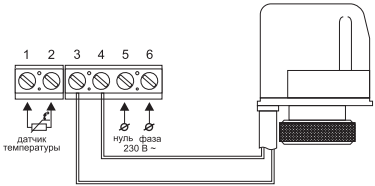

Рис. 3
Подайте напряжение на провод питания. Индикатором определите фазовый и нулевой провода и отметьте их. Датчик температуры подключается к клеммам 1 и 2 (полярность при этом не имеет значения). Напряжение питания (переменное 230В) подается на клеммы 5 и 6, причем фаза (определяемая индикатором) – на клемму 6, а ноль – на клемму 5. Выводы термоголовки подключаются к клеммам 3 и 4. (рис.3)
- 1. Выполните подключение согласно рис. 3.